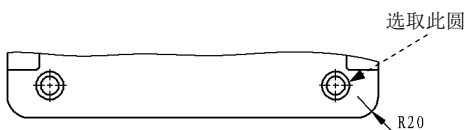

图 6.15.38 选取要标注的孔
- (1) 选择命令。选择下拉菜单 → → 命令。
- (2) 选取要标注的孔。在视图中选取图 6.15.38 所示的圆。